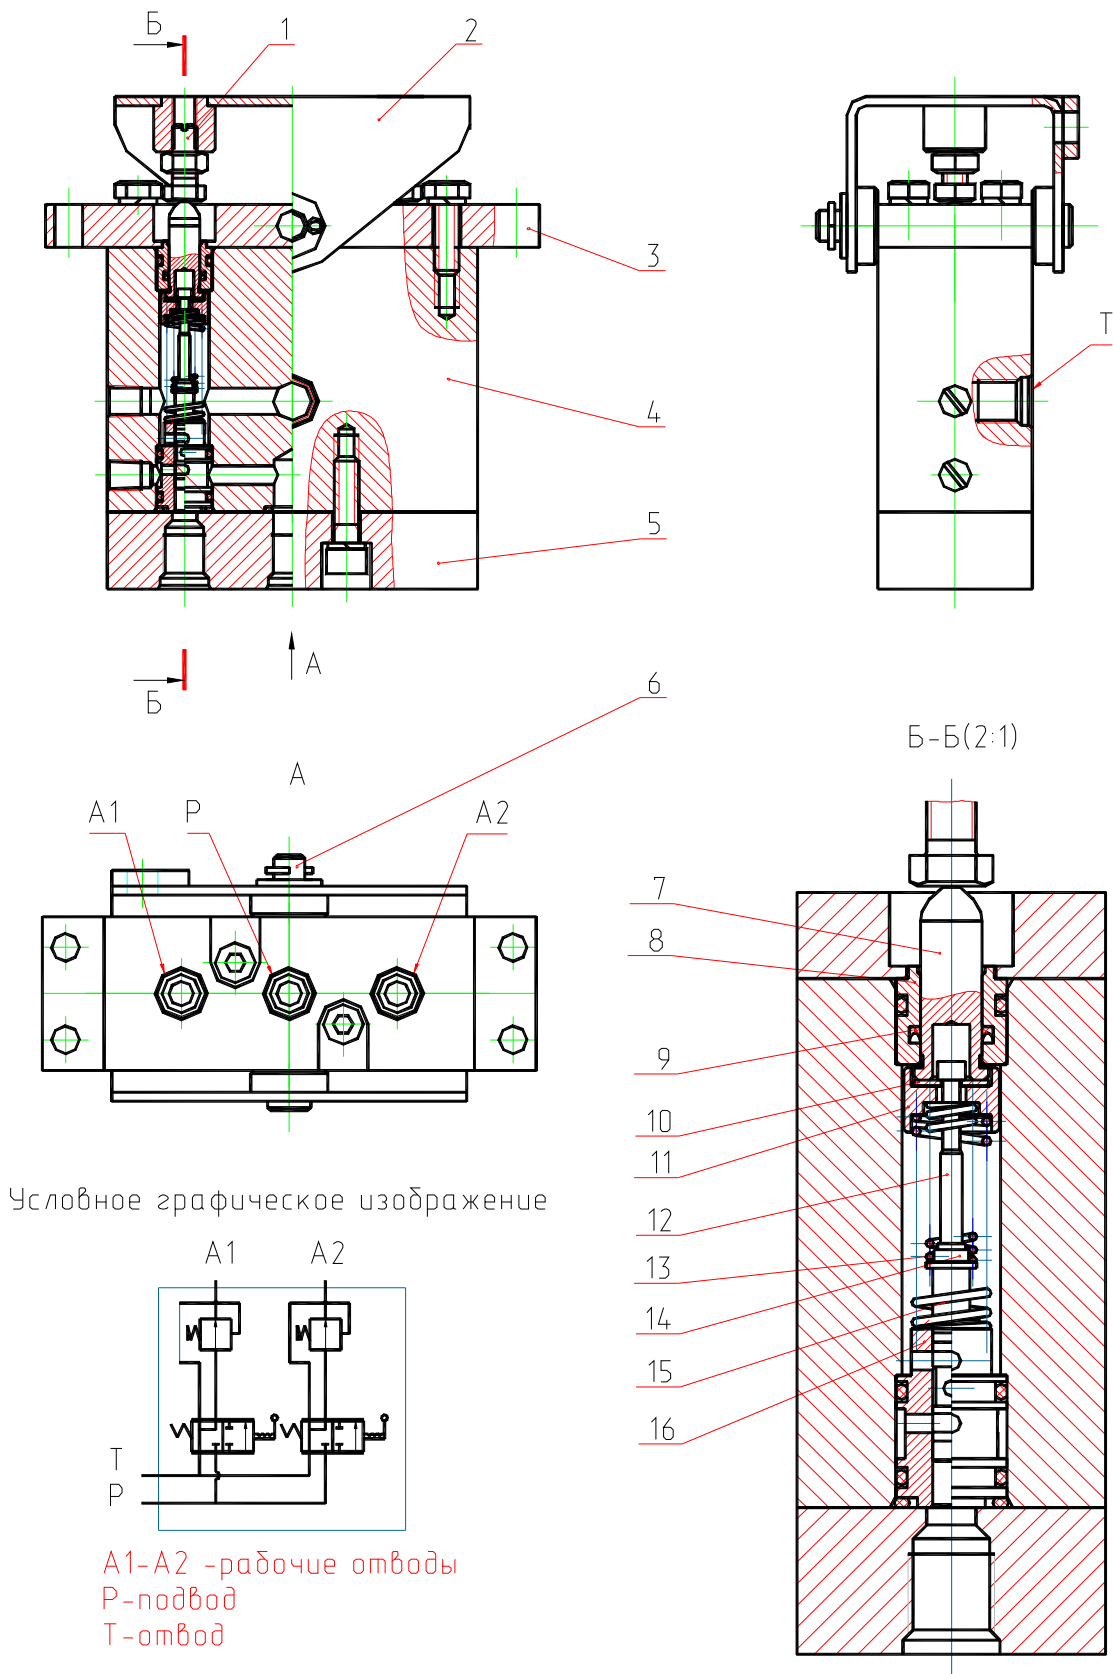

Рис. 52 Блок управления педальный
3) Блок управления III (рис. 52) – педальный двухзолотниковый